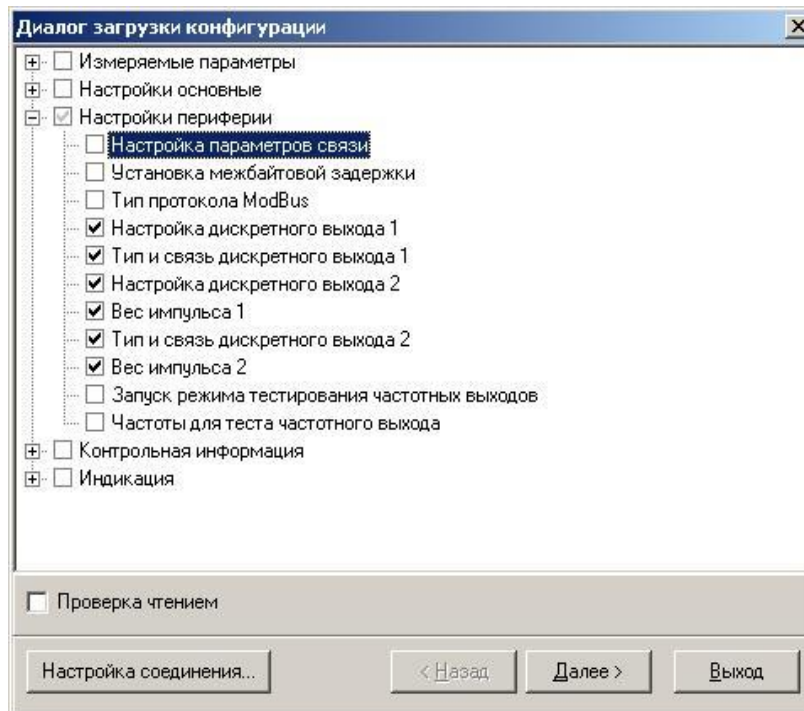

Рис.29. Окно «Диалог загрузки конфигурации»
- в открывшемся окне «Диалог загрузки конфигурации» выбрать набор параметров, которые будут загружены в прибор и нажать кнопку «Далее» (рис.29).